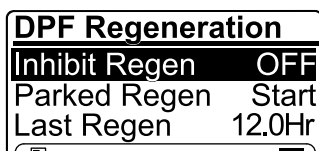

Figure 41
2. Appuyez sur le bouton droit pour faire passer le paramètre Inhibit Regen de On à Off (Figure 41) ou inversement (Figure 41).